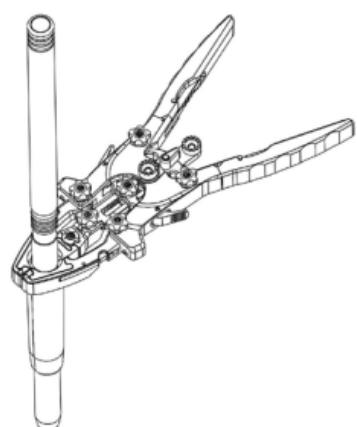

Figura 9
- Far scorrere il divaricatore e le lame fissate sopra il **dilatatore da 18 mm** e nel sito chirurgico (Figura 9).